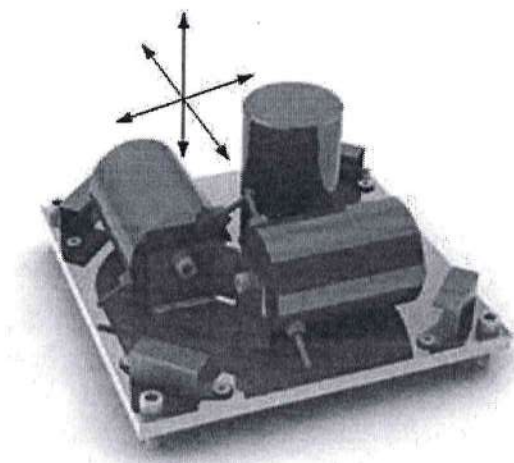

Рисунок 6 — Комплект для измерения ускорений в трех направлениях
2.3.6.2 Для измерения ускорения в трех направлениях необходимо закрепить три датчика А551 на монтажное основание (см. рисунок 6). Направления измеряемых ускорений изображены на рисунке 6.